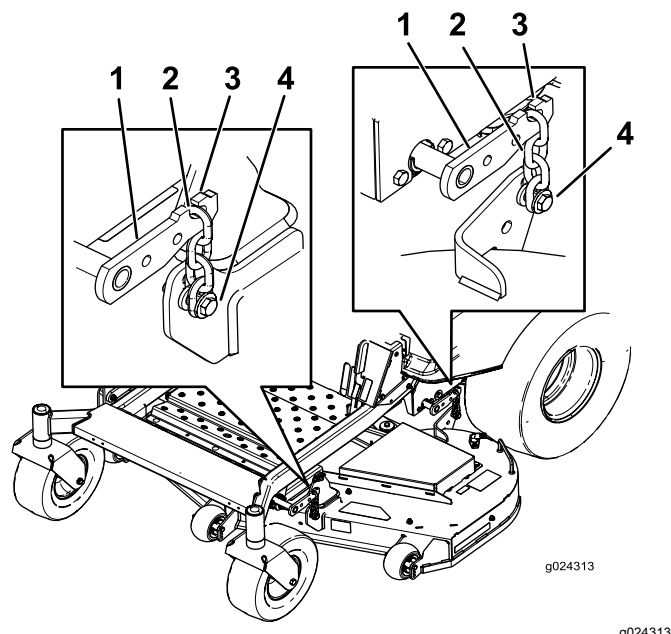

Figura 73
5. Allentate i dadi di regolazione in tutti e quattro gli angoli facendo in modo che il piatto di taglio poggi saldamente su tutti e quattro i blocchi (Figura 73).
6. Verificate che vi sia tensione in tutte e quattro le catene (Figura 73).
7. Serrate i quattro bulloni di regolazione (Figura 73).